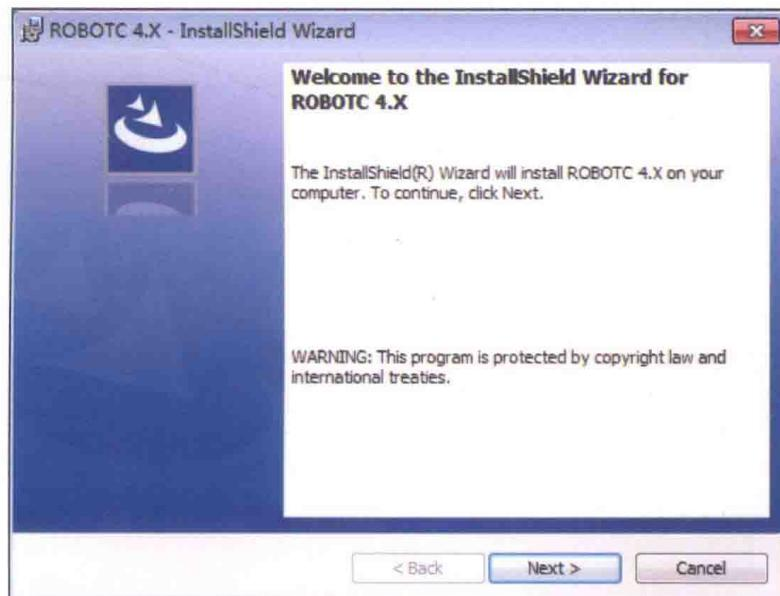

图 1-2
- (2) 进入安装向导，然后单击 Next 按钮进入下一步，如图 1-2 所示。